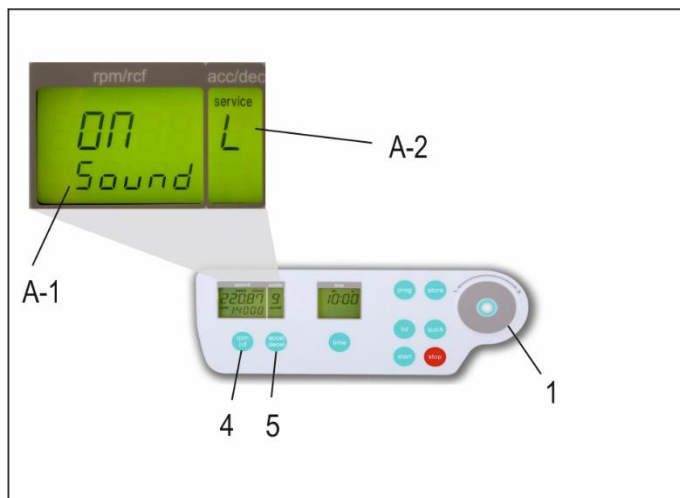

Abbildung 7
Öffnen Sie wie unter Punkt 1.8.1 beschrieben das Menü „Grundeinstellungen“. Danach drücken Sie die Taste „accel/decel“ (5). Im Anzeigefeld „accel/decel“ (A-2) blinkt der Schriftzug „service“. Wählen Sie nun mit dem Einstellfeld (1) den Buchstaben „L“. Daraufhin erscheint im Anzeigefeld „rpm/rcf“ (A-1) der Schriftzug „On Sound“. Wenn Sie jetzt die Taste „rpm/rcf“ (4) drücken, blinkt der Schriftzug „On“ und mit dem Einstellfeld (1) kann der Ton abgeschaltet werden (siehe Abbildung 7).